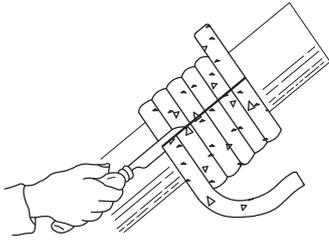
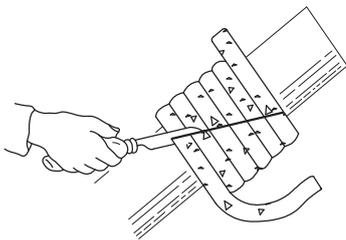

Fig. 32: Пример прямого реза
Fig. 33: Пример косо́го реза
- Принять меры по защите втулки сальника от повреждения. Подобным образом при монтаже возникает видимый зазор между втулкой и сальниковым кольцом. Если насос не демонтирован, обжатые графитовые сальниковые кольца перед монтажом разделить двумя косыми резами (см. Fig. 32 или Fig. 33). См. Fig. 27: